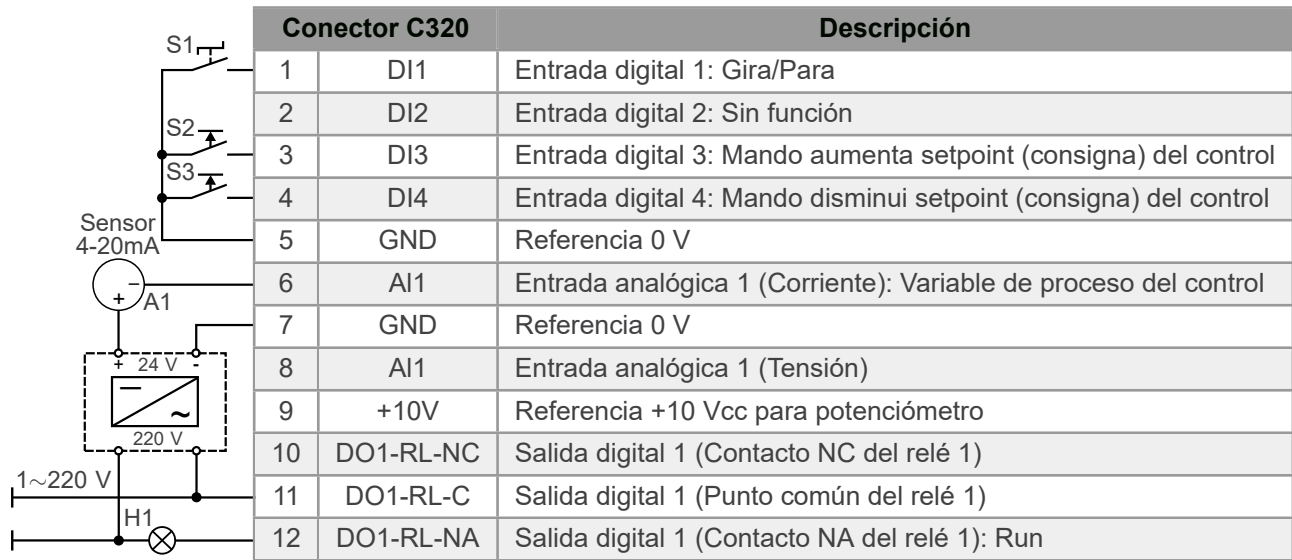

Figura 4.6: Señales en el conector de la tarjeta de control C320 para setpoint (consigna) del control vía potenciómetro electrónico (PE)
La Figura 4.6 en la página 4-6 muestra las conexiones de control (entradas/salidas analógicas, entradas/salidas digitales) que se deben realizar en el conector de la tarjeta de control C320 del convertidor de frecuencia CFW320 para tener el setpoint (consigna) del control cambiado vía potenciómetro electrónico (PE).